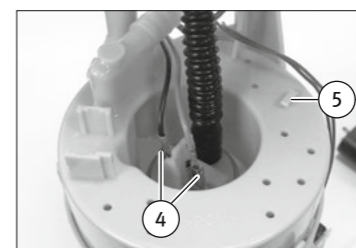
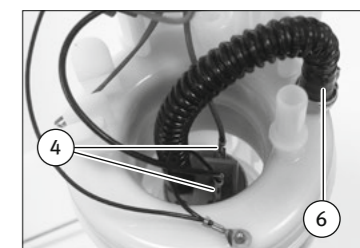

Abb. 2/ Fig. 2/ Puc. 2/图2
Abb. 3/ Fig. 3/ Puc. 3/图3
- 按下燃油泵上电气接头 (4) (图 2 和图 3)。
- 如需要，可以从导轨 (5) 中松开诸如油箱传感器的电线。
- 小心切开从燃油泵压力侧引出的燃油管路 (1)。根据不同的规格，这可以在法兰盖 (7) 的软管管接头或备用油箱 (6) 的软管管接头上进行。不要损坏软管管接头。
- 松开止动装置 (2) 并将备用油箱 (3) 的上半部分和下半部分互相脱离。
- 妥善保管密封环 (8)。
- 燃油泵位于备用油箱下半部分内由两部分组成的支架 (9) 内。将支架从下半部分拔出。
- 将粗滤清器 (12) 从燃油泵拔出。
- 松开止动装置 (11) 并将燃油泵向下从支架 (9) 中拔出。